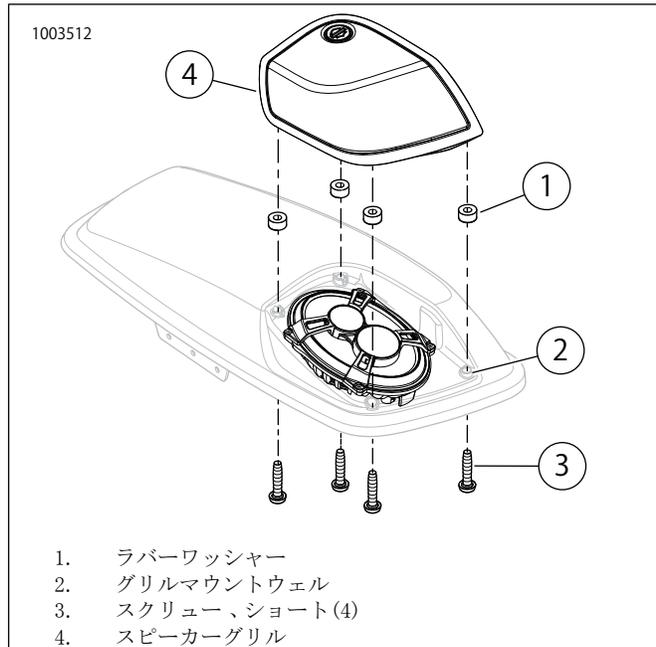

図10。グリルの取り付けと取り外し
2. 図10を参照してください。ラバーワッシャー(1)をグリルマウントウェル(2)に配置します。
3. ラバーワッシャー(1)が所定の位置にあることを確認します。スピーカーグリル(4)をスピーカー正面上に置きます。短いスクリュー(3) 4本で固定します。交互にスクリューを次のトルク値で締め付けます：